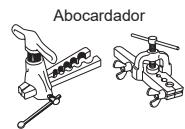

Fig. 2
- 4) Procese el extremo del cable de tierra (Fig. 2). Conéctelo al terminal de tierra de la caja de piezas eléctricas.
- 5) Procese el extremo del cable de conexión de la unidad interior/exterior (◎) (Fig. 2). Conéctelo al panel de terminales. Procure no equivocarse al hacer las conexiones. Fije con firmeza el cable al panel de terminales de modo que no quede a la vista ninguna de sus piezas internas y que ninguna fuerza externa afecte a la sección de conexión del panel de terminales.
- 8) Pase el cable de conexión de las unidades interior/exterior ⑩ hasta el extremo del cable.
- 9) Afloje el tornillo del terminal y conecte primero el cable de tierra; a continuación, conecte el cable de conexión de la unidad interior/exterior ⑩ al panel de terminales. Procure no equivocarse al hacer las conexiones. Fije con firmeza el cable al panel de terminales de modo que no quede a la vista ninguna de sus piezas internas, y que no se aplique ninguna fuerza externa a la sección de conexión del panel de terminales.
- 11) Vuelva a instalar la cubierta de la instalación eléctrica (1).